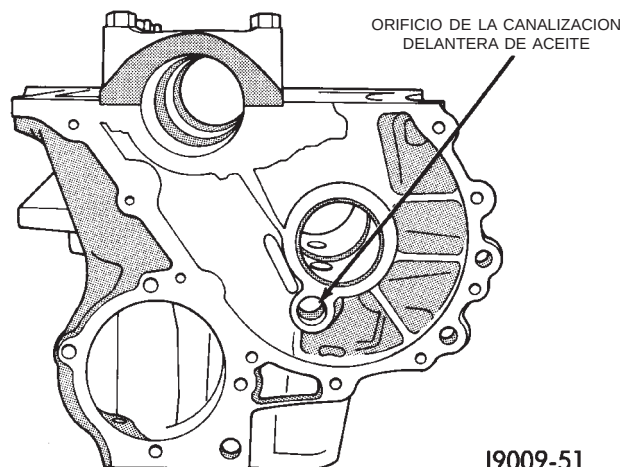
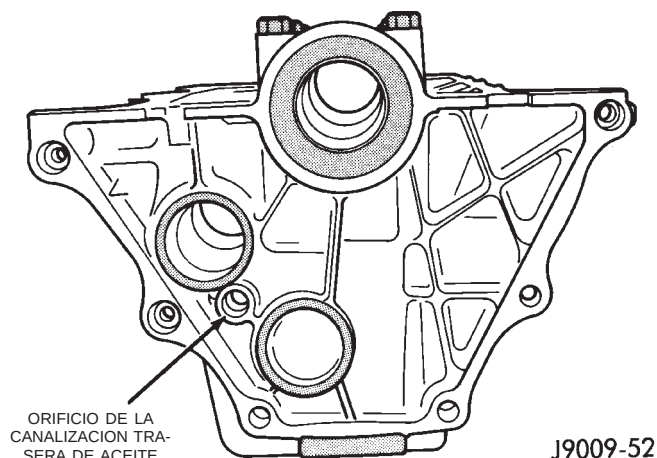

Fig. 73 Orificio de la canalización delantera de aceite
Fig. 74 Orificio de la canalización trasera de aceite
- Los orificios delanteros y traseros de la canalización de aceite (Fig. 73) (Fig. 74).